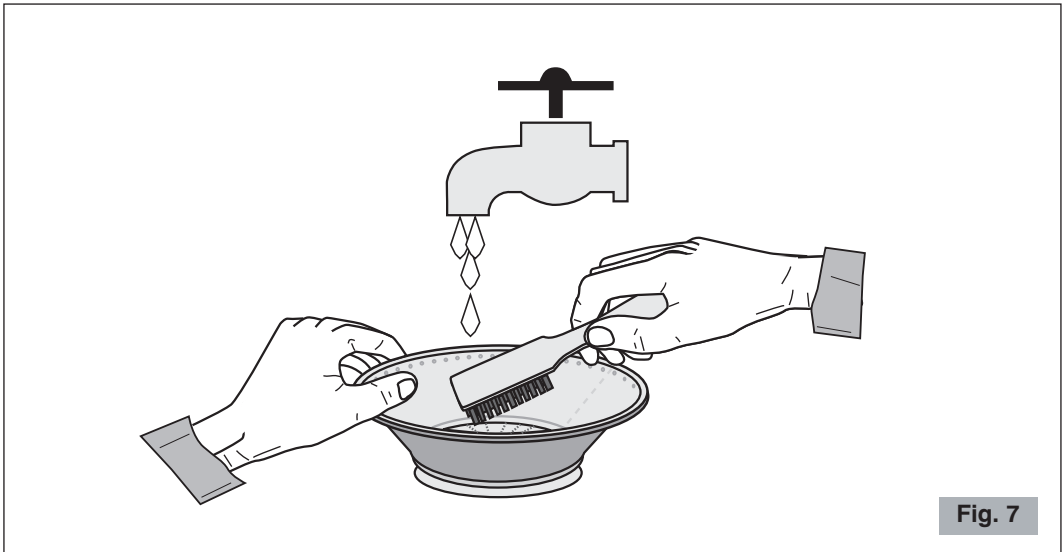

Fig. 7
- Pour pouvoir extraire le maximum de jus, toujours s'assurer que le panier est soigneusement nettoyé en utilisant la brosse en nylon fournie avec. Pour cela, mettre le panier sous le robinet et brosser la partie intérieure du tamis (voir Fig. 7), puis contrôler en contre-lumière que le tamis n'a pas de trous bouchés. Dans le cas contraire, plonger le panier dans une solution d'eau chaude avec 12% de jus de citron ou de vinaigre pour libérer les trous ou laver le panier en lave-vaisselle.